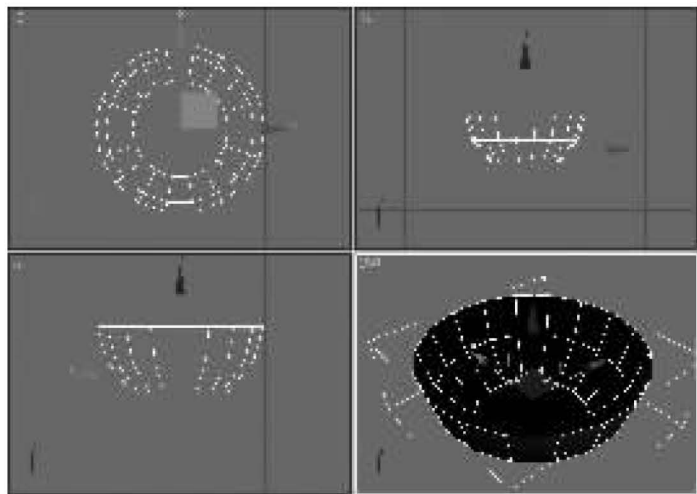

图 7-63 调整圆柱体的形状
(4)激活“顶点”子对象,在前视图中框选圆柱体上面第一行的点,使用缩放工具均匀调整圆柱体的大小,再用同样的方法调整第二行的点,从而调整圆柱体的形状,效果如图 7-63 所示。